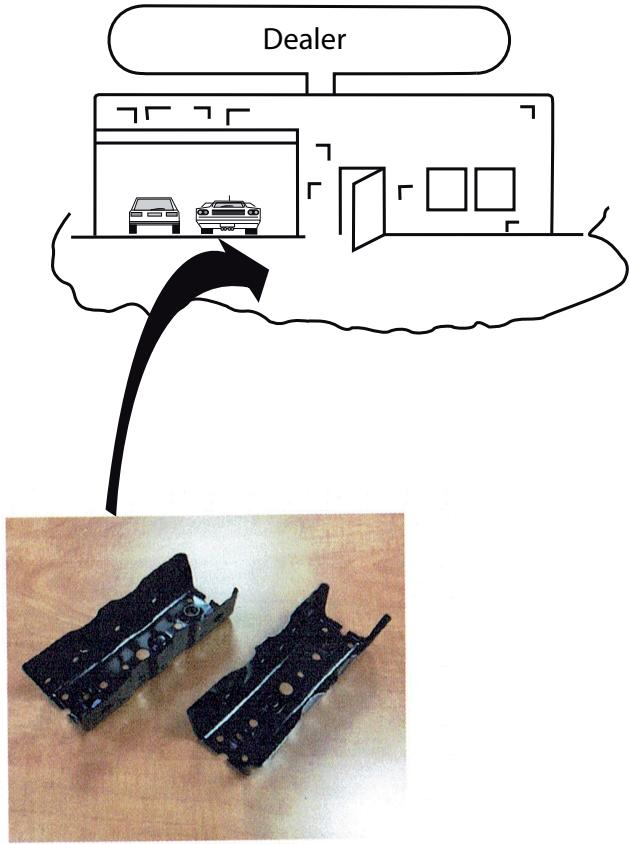

Fig. 3
1. Для автомобилей без боксирного крюка для подготовки, закажите их у дилера. См. рисунок 3.